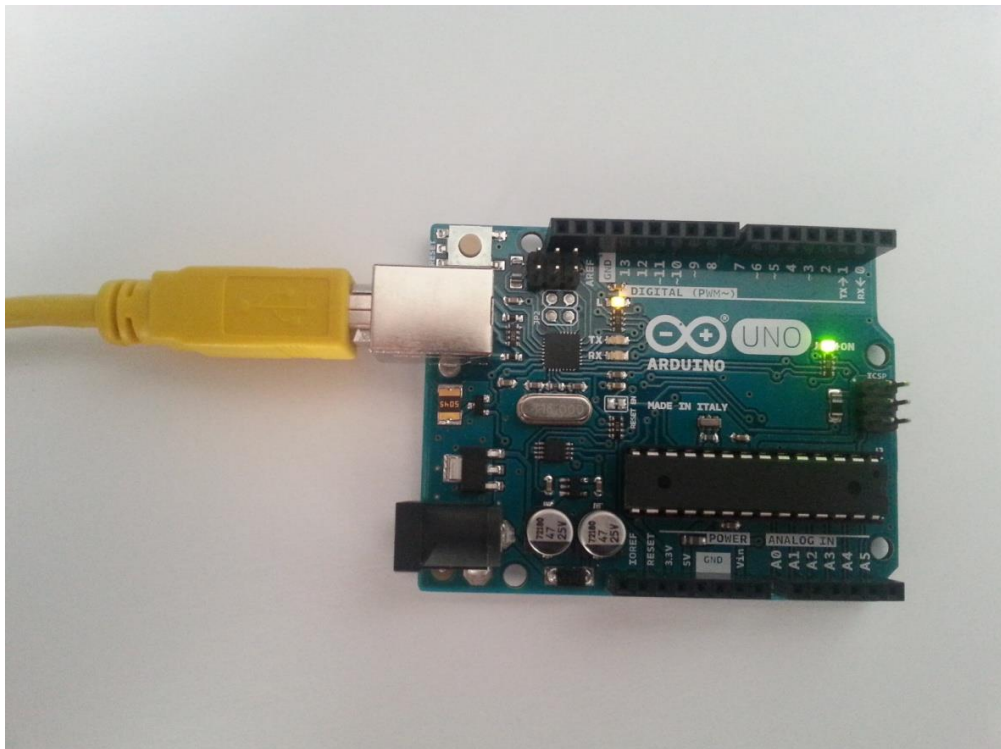

Imagen 2
- El montaje del circuito valdría el del ejercicio 1, así que no voy a volver a explicarlo (ver la imagen 2 o 3).